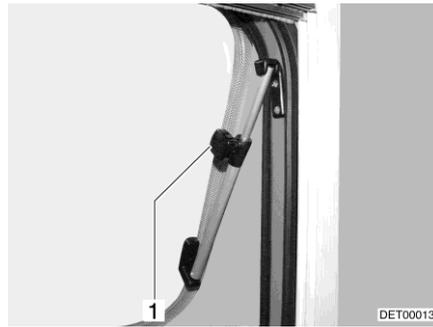

Fig. 90 Lanterneau avec bras pivotants, ouvert
- Ouvrir le lanterneau jusqu'à la position voulue et le bloquer avec la molette (Fig. 90,1).
- Tourner la molette (Fig. 90,1) jusqu'à ce que le dispositif de blocage soit libéré.